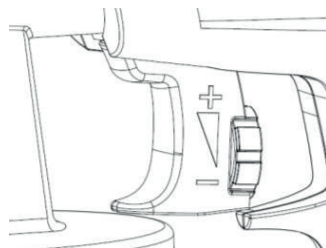

Рисунок 6
- Для настройки объёма, распыляемого материала вращайте регулятор, установленный на кнопке включения электроинструмента (Рис. 6).